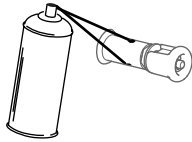

Bild 22
1. Sprühen Sie ein Sprüh-Kriechöl in die obere und untere Stiftbohrung an jedem der Schnellspannstifte (Bild 22).